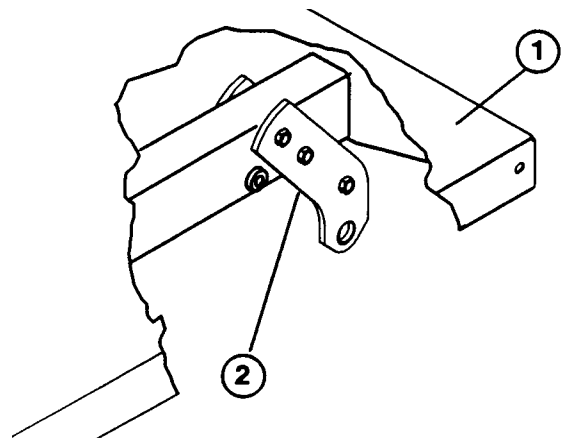

Fig. 4
N.B.: Nel caso del Workman 3000 con pianale standard, verificare che le piastre di rotazione posteriori siano bullonate al profilato/telaio del pianale in modo che il lato inferiore sia angolato sul retro (Fig. 4).